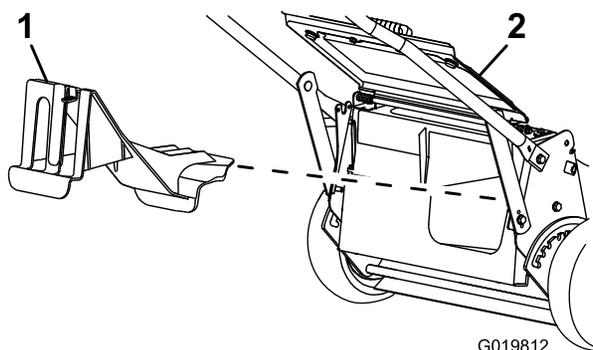

Figura 24
- Si el tapón de descarga trasera no está instalado, sujételo por el asa, eleve el deflector trasero e introdúzcalo en el conducto de descarga trasera hasta que el enganche encaje en su sitio; consulte Figura 24.
2. Retire el tapón de descarga trasera presionando hacia abajo sobre el enganche con el dedo pulgar y extrayendo del tapón de la máquina (Figura 24).